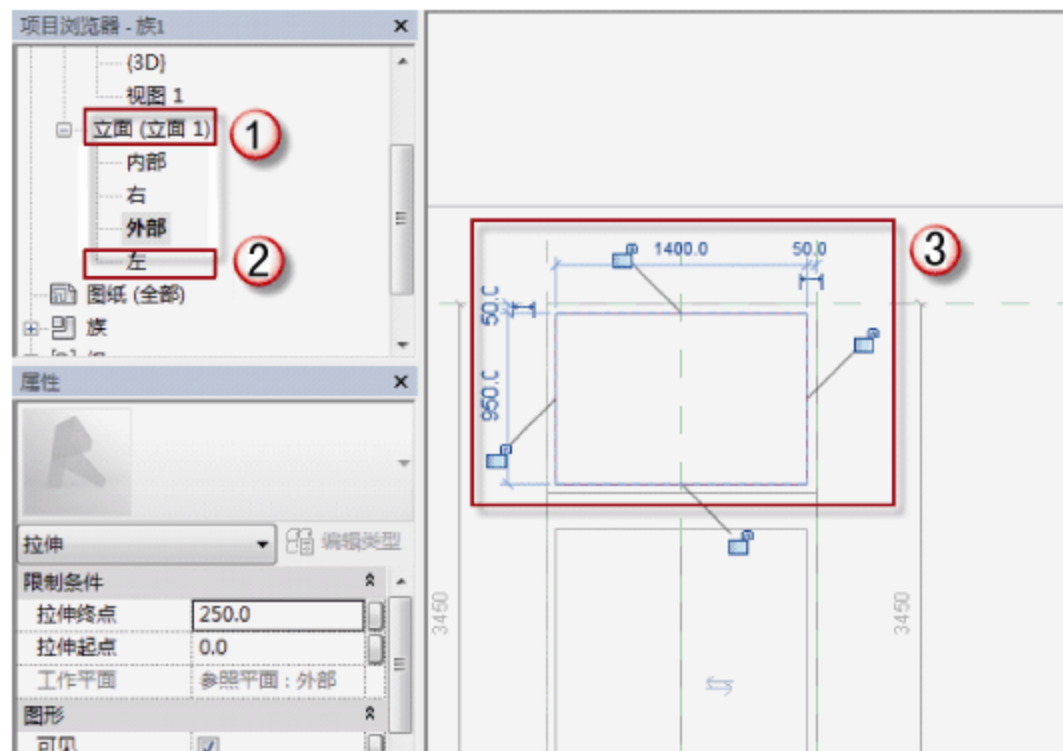

图 6.2.24 FM1534 乙上部窗户玻璃
(22) 绘制 FM1534 乙上部窗户玻璃。选择“项目浏览器”中的“立面（立面1）”→“左”选项，可以进入 FM1534 乙的外部立面视图，选择“创建”→“拉伸”命令，进入“修改|编辑拉伸”界面，用菜单中的绘制工具绘制 FM1534 乙上部窗户玻璃，如图6.2.24所示，绘制完成后，单击√按钮，完成绘制。